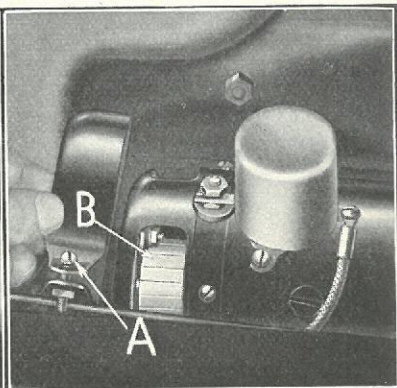

Fig. 511
- 1070** Ved Rensning af Komutatoren, løs Støvskaermsbolten og løft Støvskaermen af (Fig. 511-A). Medens Maskinen roterer, holdes et Stykke fint Sandpapir (00) mod Komutatoren »B«, indtil den er ren og blank.